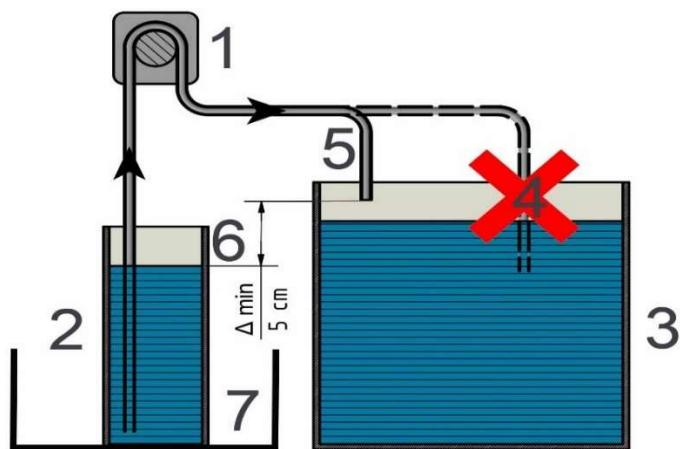

Fig. 1: Veiligheidsinstructies:
De doseerpompen (1) zijn zelf aanzuigend en moeten geïnstalleerd worden v.lgs Fig. 1. Dit is de enige manier om volledig leeg geraken van de container te voorkomen (2). Het is aanbevolen om de slangetjes zo kort mogelijk te houden (water hoogte max. 2 m = 0.2 bar). Maar de slang aan de aanzuigkant moet volledig tot de bodem van de container (2) komen. Om terugstromen te voorkomen mag de doseerslang niet in het aquariumwater hangen (4). Het water niveau in de container (6) moet altijd onder het uiteinde van de doseerslang komen (5). Het water niveau in het filter/aquarium is niet belangrijk m.b.t. deze instructies.